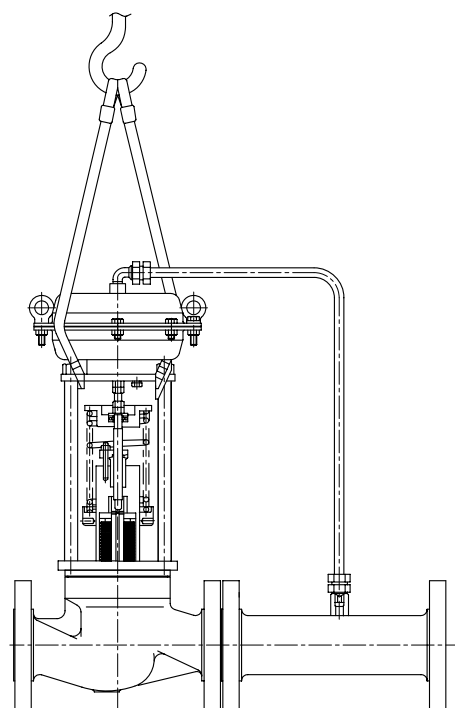

图 2-2
- 将本控制阀从包装箱中取出并吊运时，请使用适合本控制阀重量的标准化吊带，以避免损伤控制阀。吊带必须按图 2-2 所示进行，否则可能因吊装不安全而造成人身伤亡。